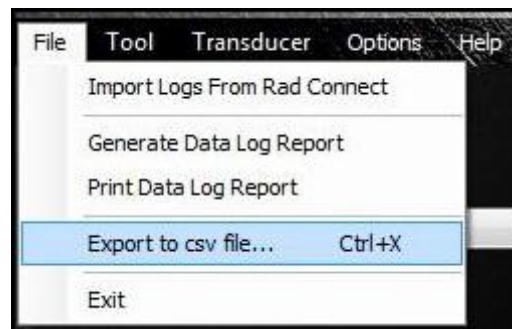

图 5.7-1 输出按钮
- 1.在“File”菜单中点击“Export to cvs file...”（图 5.7-1）。